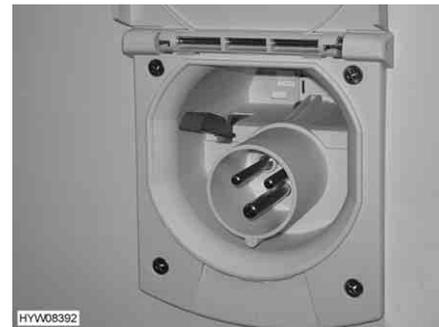

Fig. 124 Conexión de 230 V en el vehículo
- Abrir la cubierta de la conexión de 230 V en el vehículo (Fig. 124) y enchufar el conector enchufable. Prestar atención a que la saliente de retención de la tapa con resorte esté engatillada.